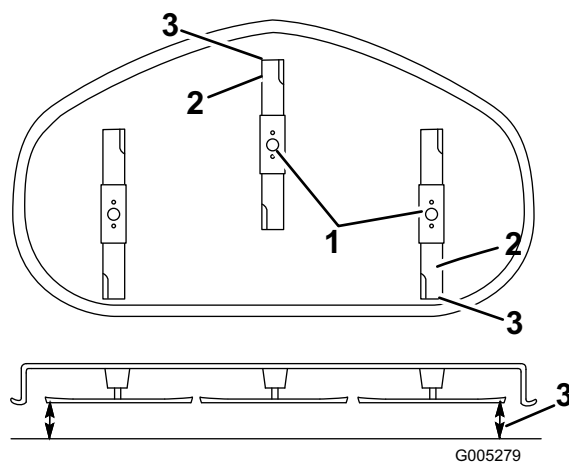

Figure 40
5. Réglez la hauteur de coupe à la position 3 [76 mm (3 pouces)] et tournez les lames avec précaution dans le sens longitudinal (Figure 40).
6. Mesurez la distance entre la pointe de la lame avant et la pointe de la lame arrière par rapport à la surface plane (Figure 40). Si la pointe avant de la lame n'est pas de 1,6 à 7,9 mm (1/16-5/16 pouce) plus basse que la pointe arrière, réglez le contre-écrou avant.
9. Une fois le réglage effectué, vérifiez à nouveau l'inclinaison avant/arrière des lames. Poursuivez le réglage de l'écrou jusqu'à ce que la pointe avant de lame soit de 1,6 à 7,9 mm (1/16-5/16 pouce) plus bas que la pointe arrière (Figure 40).